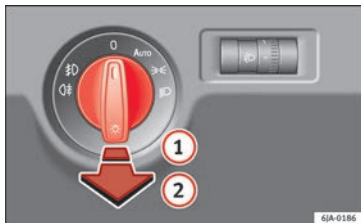

Fig. 48 Painel de instrumentos: comando de luzes.
- Em primeiro lugar, rode o interruptor da luz »» **Fig. 48** para a posição »» ou »».
- Coloque o comando de luzes na posição ①.
- Em primeiro lugar, rode o interruptor da luz »» **Fig. 48** »» **Página 68** para a posição »», »» ou »».
- Coloque o comando de luzes na posição ②.